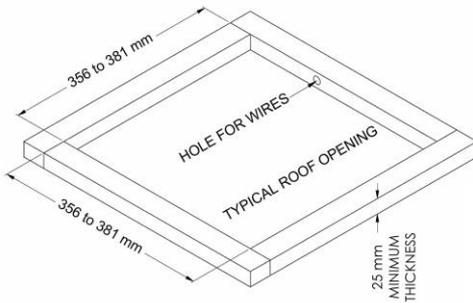

Figure 1
- c. Examinez l'ouverture du toit. Si l'ouverture est plus petite que 35,56 cm x 35,56 cm (14 po x 14 po), vous devrez l'agrandir. Si l'ouverture est plus grande que 38 x 38 cm (15 x 15 po), vous devrez fabriquer un cadre de montage sur place pour réduire la taille de l'ouverture (voir Figure 1).
2. Si vous n'employez pas une ouverture d'évent, vous devrez découper une nouvelle ouverture (voir Figure 1) dans le toit du véhicule. Une ouverture correspondante devra aussi être découpée dans le plafond à l'intérieur du véhicule. Découpez l'ouverture du plafond soigneusement. Si le plafond est recouvert de tapis, vous pourriez l'effilocheur. Une fois les ouvertures dans le toit et le plafond découpées à la taille appropriée, vous devez installer un élément de soutien encadré entre le toit (extérieur) et le plafond (intérieur). L'élément de renforcement encadré doit respecter les lignes directrices suivantes :
La série 45000 d'Airxcel exige un écart minimum de 2,54 cm (1 po) entre le toit du véhicule et son plafond (intérieur). Un cadre de soutien type est illustré dans la Figure 1.